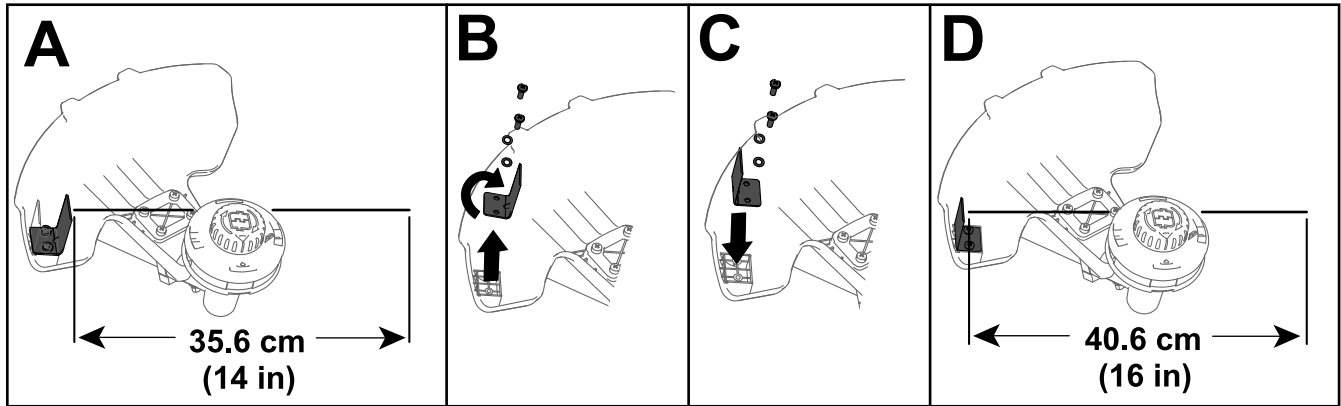

Figura 14
La desbrozadora viene de fábrica con una anchura de corte de 36.6 cm (14"), como se muestra en la Figura 14, A. Consulte las siguientes instrucciones para ajustar la anchura de corte a 40.6 cm (16"), como se muestra en la Figura 14, D.
1. Retire la pletina de anchura de corte de la parte inferior del protector retirando los 2 tornillos que la sujetan con la llave allen suministrada (Figura 14, B) y gire la pletina de anchura de corte 180°.
2. Instale la pletina de anchura de corte girada en el protector usando los 2 tornillos que retiró anteriormente (Figura 14, C).